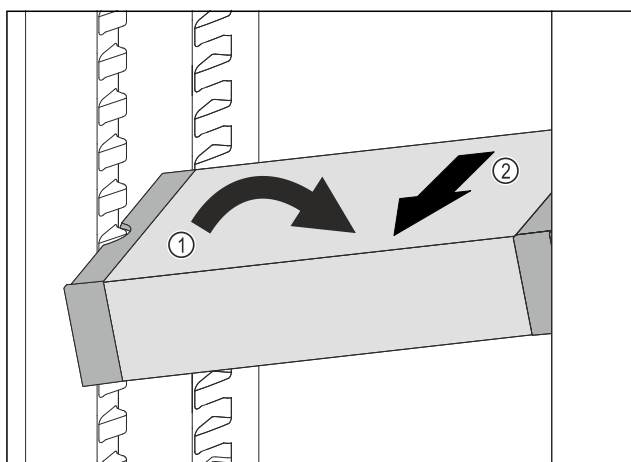

Fig. 106
- Встановити VarioSafe під кутом в охолоджувальному відділенні. Fig. 106 (1)
- Витягнути VarioSafe вперед. Fig. 106 (2)